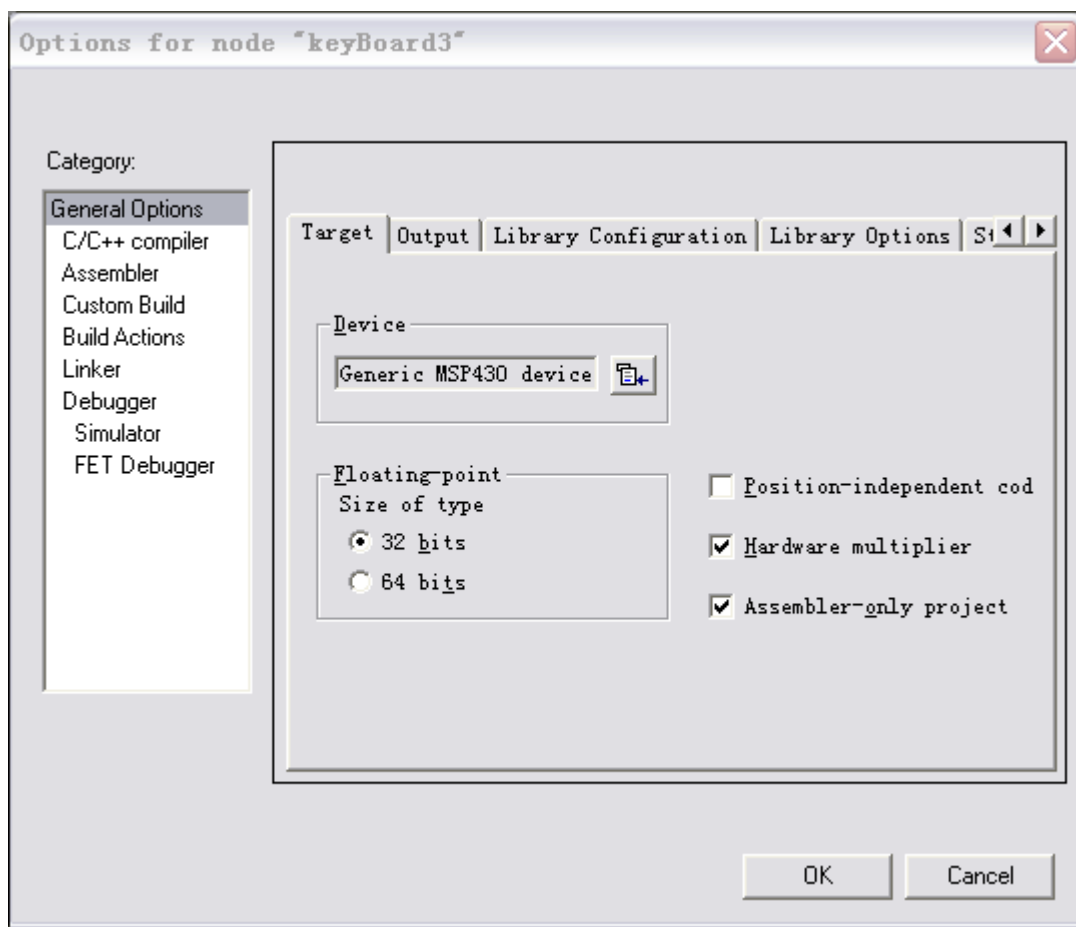

图11-2 工程option选项中的Assembler-only project
5、建立汇编工程时，需注意在工程option中GeneralOptions->Assembler-only project选中，如图11-2所示：